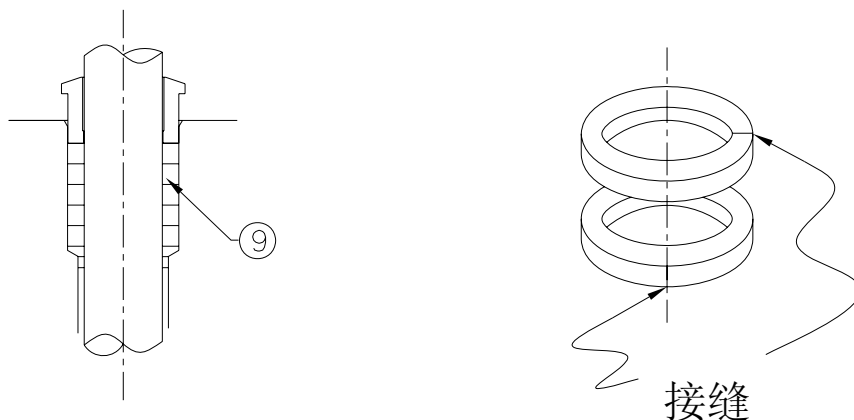

图8-9
- 请按图 8-9 所示顺序安装填料。
将矩形截面的成型填料装入时，请按图 8-9 所示，每一环的接缝部位均错开 90°安装。